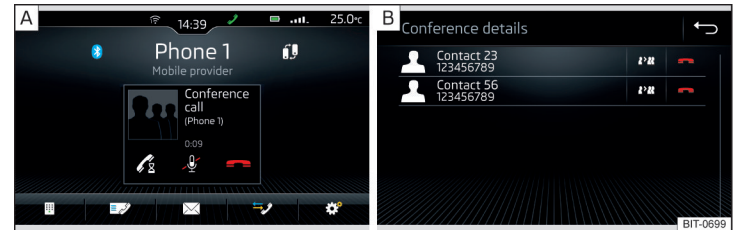

Abb. 204 Konferenz / Konferenzdetails
- ▶ Während der laufenden Konferenz die Funktionsfläche ☎ antippen » Abb. 204 - A.
Es wird eine Liste der anderen Konferenzteilnehmer angezeigt. In Abhängigkeit vom Telefontyp können die folgenden Funktionen gewählt werden » **Abb. 204** - **B**.